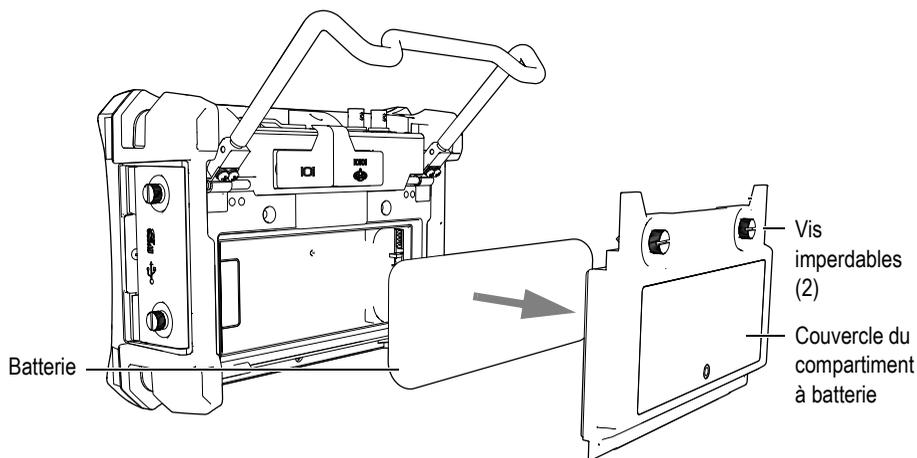

Figure 1-10 Retrait du couvercle du compartiment à batterie et de la batterie Li-ion
2. Sur le panneau arrière de l'appareil, dévissez les vis imperdables qui retiennent le couvercle du compartiment à batteries, et puis retirez le couvercle du compartiment à batterie (voir la Figure 1-10 à la page 27).
3. Enlevez la batterie Li-ion (s'il y a lieu) [voir la Figure 1-10 à la page 27].